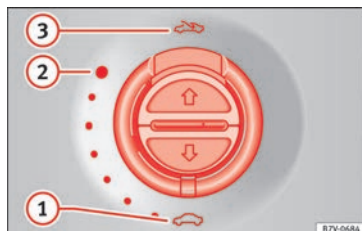

Fig. 57 En el revestimiento interior del techo: gire el conmutador para abrir y cerrar.
» fig. 57
- El conmutador » fig. 57 debe estar en la posición de "cerrado" .